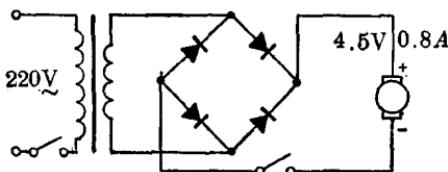

图 13
2. 为了节约电池，可自制或找一只输入电压 220 伏，输出电压为 5 伏左右，电流大于 0.8 安的变压器，再经过二极管整流(图 13)，获得 4.5 伏的电压，连接到吸蚊器上，即可使用。